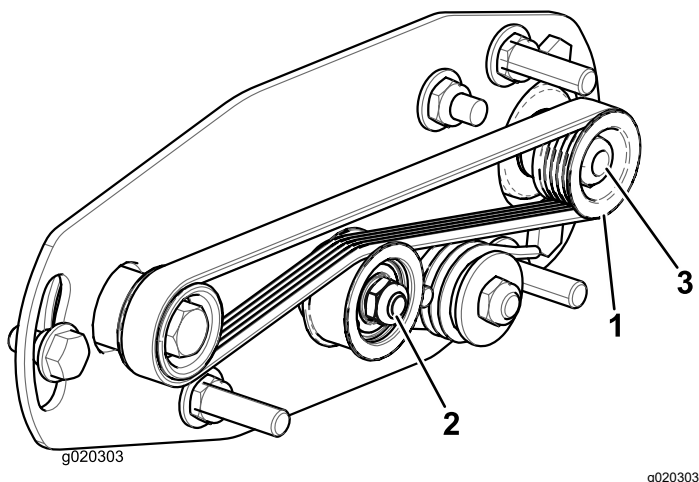
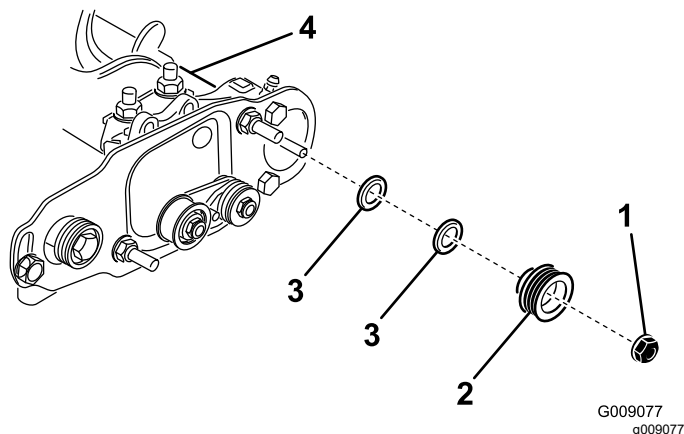

図 23
図 24
1. 受動プーリローラブラシのシャフト位置のは内外に動かすことができます 図 23。
2. リールを回しながらつまり駆動プーリを回しながら、駆動プーリからベルトをはずす 図 23。
3. 受動プーリをブラシシャフトに固定しているロックナットを取り外す 図 23 または 図 24。
4. シャフトから受動プーリを取り外す 図 24。
5. プーリを外側に出したい場合には、0.8mm 厚のワッシャを1枚入れる 図 24。